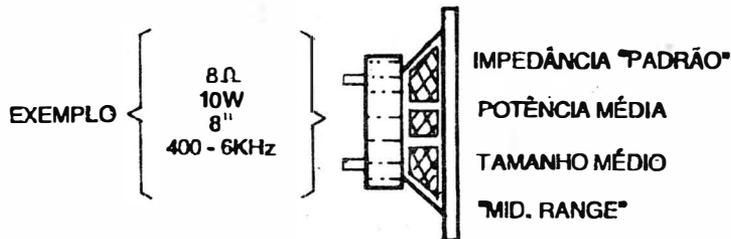

Fig.6
- **FIG. 6 - AS TABELAS DE PARÂMETROS DOS ALTO-FALANTES** - Quanto aos leigos no assunto, nem se fala... Mas mesmo entre os técnicos e alguns pretensos *entendidos*, normalmente se verifica uma grande confusão com respeito aos diversos parâmetros e características a serem considerados na aquisição e no uso de alto-falantes... Para simplificar definitivamente as coisas, o leitor/aluno deve observar a **TABELA/EXEMPLO** mostrada na figura, e considerar a seguinte